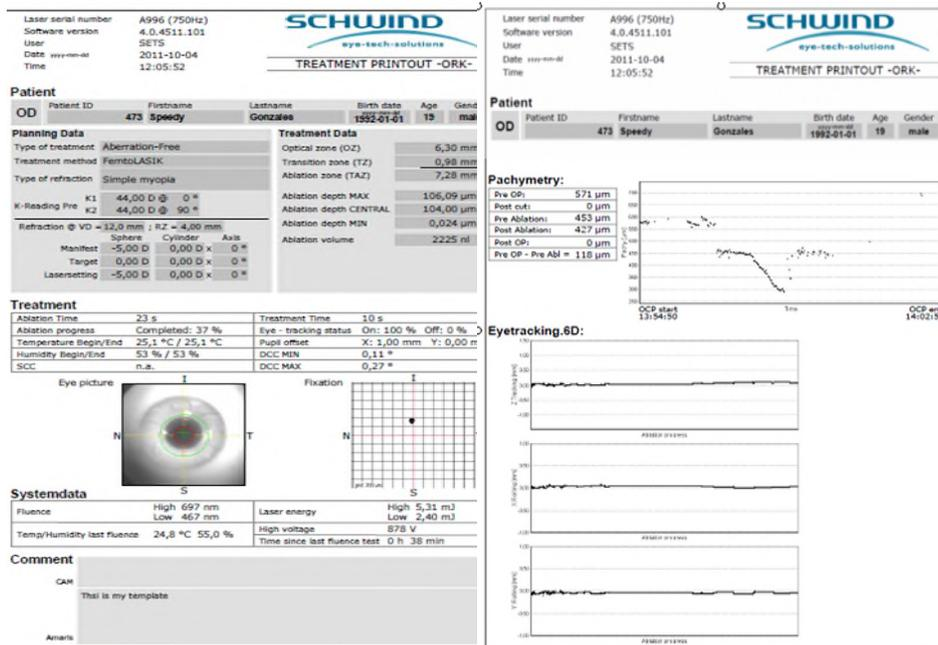

Figura 7-34: Stampa del trattamento ORK pagina 1 e 2
- Il valore "SCC" nella sezione **Trattamento (Treatment)** (vedere esempio di stampa in Figura 7-34) può mostrare l'angolo SCC o una delle seguenti affermazioni: